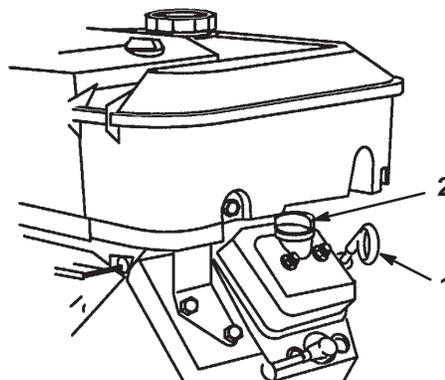

Figure 11
2. Retirez la jauge et essuyez-la sur un chiffon propre (Fig. 11). Remettez la jauge dans le tube en vérifiant qu'elle est enfoncée au maximum. Sortez de nouveau la jauge et vérifiez le niveau d'huile.
3. Si le niveau d'huile est bas, retirez le bouchon de remplissage du couvre-culasse (Fig. 11) et ajoutez la quantité d'huile nécessaire pour amener le niveau au repère maximum sur la jauge. Reportez-vous à la section Changement de l'huile moteur et du filtre, page 28, pour connaître le type d'huile et la viscosité qui conviennent. Versez l'huile lentement et vérifiez souvent le niveau durant la procédure. **Ne remplissez pas le réservoir excessivement.**